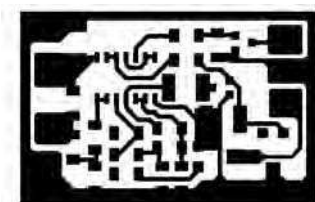

Figura 2 Circuito stampato in scala 1:1
L'integrato c/mos usato è il comune CD 4011 (U1) in versione SMD, che ho trovato presso la ditta Fontana di Corsico (MI) e ha il loro codice 130951, anche il diodo BAV99 e il transistor BC847, sono reperibili a questo indirizzo. Per la schedina monofaccia (figura 2), ho usato le resistenze e i condensatori SMD, nel formato 1206.